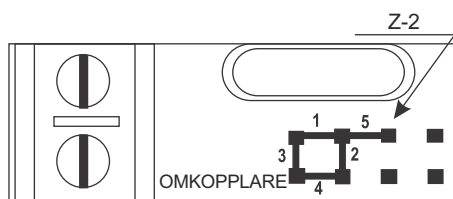
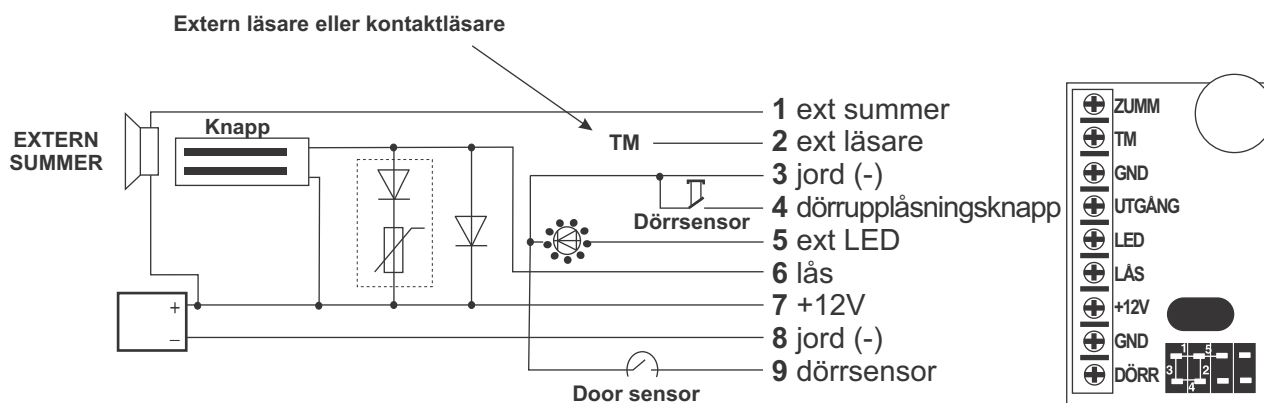

Bild 3. Omkopplarpositioner
Bild 6. Ansluta externa enheter.
En omkopplare medföljer varje Z-5R styrenhet för programmering. Det finns fem giltiga positioner (se bild 3).
Viktigt: Elektromagnetiska lås låses endast upp när ingen ström finns i dess spole, och dörrupplåsningsförseningen är beroende av hur snabbt strömmen försvinner. För att minska detta beroende är styrenheten försedd med en strömreduceringskrets som omvandlar "överflödigt" energi i dess spole till värme och reducerar därigenom väsentligt upplåsnings tiden. Denna krets har emellertid begränsad kapacitet och om antalet tillträden överstiger 25 på 5 minuter kan den överhettas. Installera en shuntdiod parallellt med låsspolen för att skydda strömreduceringskretsen från sådana tillträdespunkter. Detta kan i sin tur öka öppningstiden för det elektromagnetiska låset med 1...3 sek., jämfört med fungerande strömreduceringskrets. Om en sådan ökning inte kan tolereras, installera en varistor i sekvens med dioden, med ≤ 14 V spänning och $\geq 0,7$ Joule energiförlust (såsom V8ZA2P, se bild 6).
- Installera skyddsdioden (se bild 6). Om låset är elektromekaniskt, ställ omkopplaren i position 1. (Se bild 3).